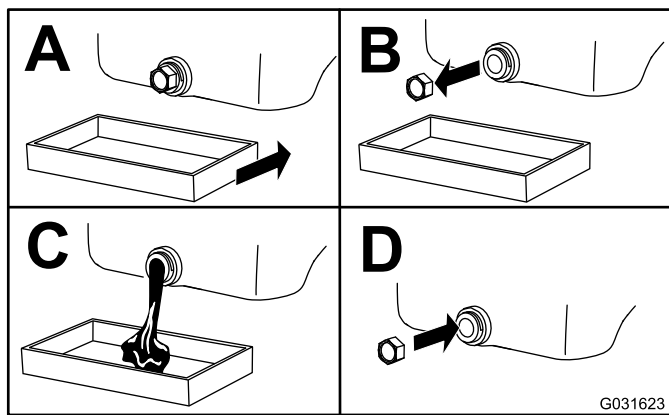

Figura 43
4. Cambie el aceite del motor, según se muestra en la Figura 43.